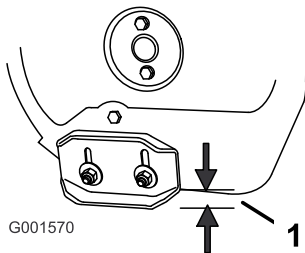

Figure 42
2. Desserrez les écrous qui fixent les deux patins aux côtés de la vis sans fin jusqu'à ce que les patins puissent coulisser aisément vers le haut et vers le bas (Figure 42).